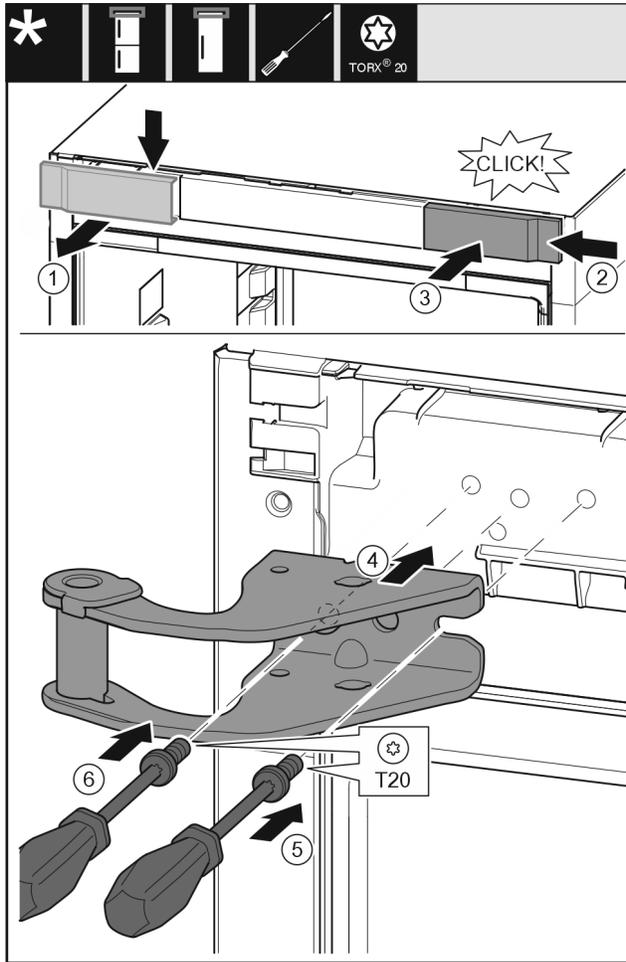

Fig. 9
- ▶ Retirer le cache du haut vers l'avant. Fig. 9 (1)
- ▶ Accrocher le cache tourné de 180° de l'autre côté à droite. Fig. 9 (2)
- ▶ Encliqueter le cache. Fig. 9 (3)
- ▶ Mettre en place le support de palier supérieur. Fig. 9 (4)
- ▶ Mettre en place la vis avec un tournevis T20 et la serrer. Fig. 9 (5)
- ▶ Mettre en place la vis avec un tournevis T20 et la serrer. Fig. 9 (6)